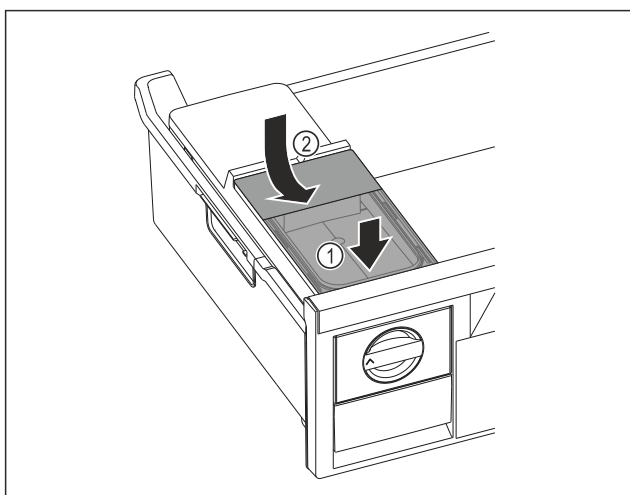

Fig. 126
- ▶ Nasad'te vpředu nádržku na vodu. Fig. 126 (1)
- ▶ Spus'tte nádržku na vodu vzadu dolů. Fig. 126 (2)